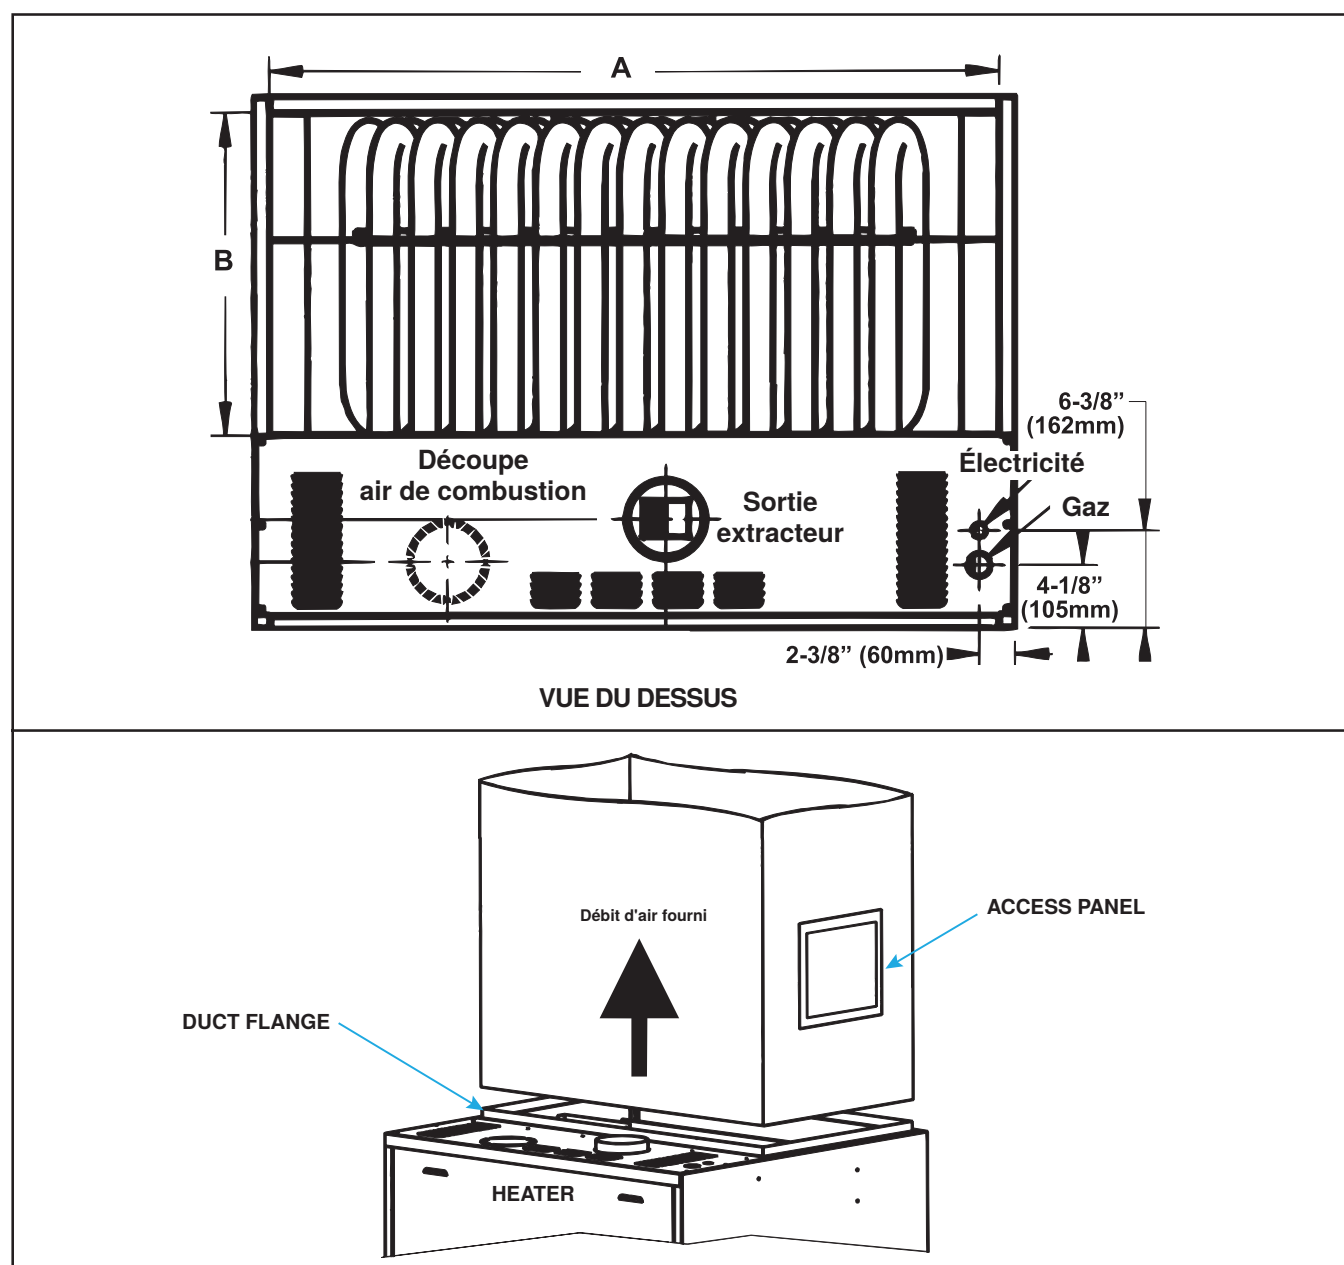

Figure 5. Raccordement de conduit de décharge (reportez-vous au Tableau 9)
- Le conduit de décharge se raccorde au sommet de l'armoire de l'appareil de chauffage. Raccordez le plénum du réseau de conduits à la bride de conduit, comme indiqué en Figure 5. La connexion de conduit située au sommet de l'appareil de chauffage possède une bride à 90-degré. Le conduit peut présenter une bride à 90-degré ou aucune bride. Placez le réseau de conduits autour de la partie externe de la bride de l'appareil de chauffage. Si le réseau de conduits possède une bride, percez des trous verticalement dans la bride de conduit jusqu'au sommet de l'appareil de chauffage et immobilisez avec des vis à tôle. Si le réseau de conduits ne présente aucune bride, percez des trous horizontalement dans le conduit et la bride de l'appareil de chauffage, immobilisez avec des vis à tôle.
- Panneau d'accès amovible du réseau de conduits** (voir Figure 5) : Taille minimale 6 pouces × 10 pouces (152 mm × 254 mm). Le panneau doit être scellé.
Dimension (voir Figure 5)	Taille de l'unité (MBTUh)